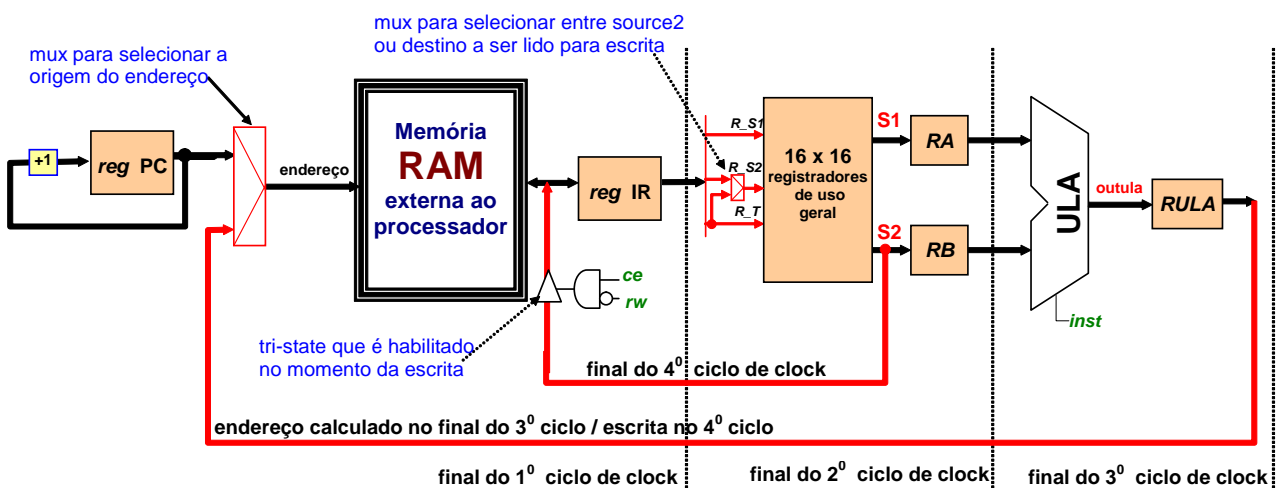

Figura 7 - Fluxo de execução de instrução de escrita na memória.
5.4.3 Execução da instrução de escrita em memória (ST)
- Uma possível organização do bloco de dados para a execução da instrução de escrita na memória é apresentada na Figura 7.